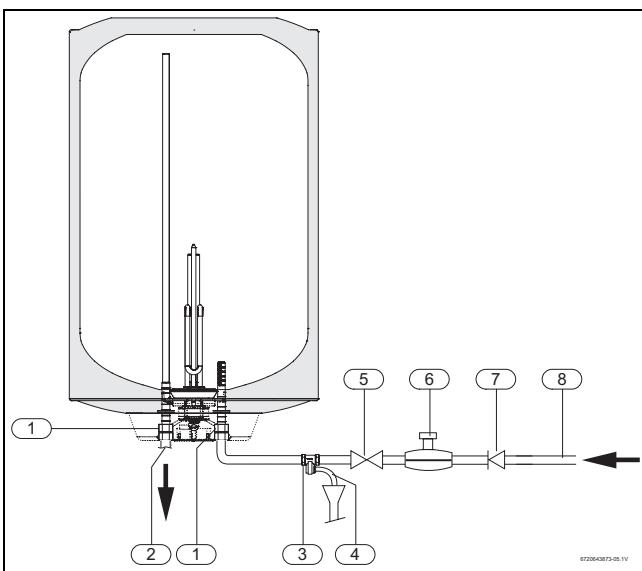

Fig. 7 Ligação de água
- Instalar uma válvula de segurança na entrada de água do termoacumulador (→ Fig. 7).
Se a pressão de entrada de água for superior a 80% da pressão máxima do termoacumulador (8 bar), ou seja 6.4 bar, instalar uma válvula redutora (→ Fig. 7).
De forma a evitar problemas provocados por alterações de pressão súbitas na alimentação, aconselha-se a montagem de uma válvula anti-retorno a montante do termoacumulador (→ Fig. 7, [7]).
- Fechar a válvula de corte de água (→ Fig. 7).